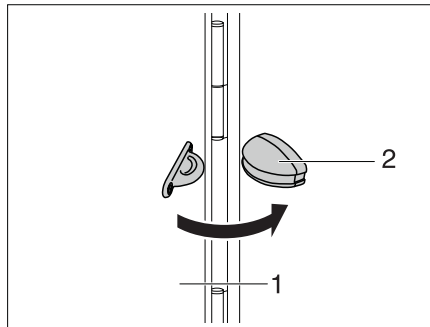

Bild 60 Feststeller Außenklappe
- Die Außenklappe (Bild 60,1) öffnen und gegen die Wand des Fahrzeugs klappen.
- Die Außenklappe in den Feststeller (Bild 60,2) drücken.
- Die Außenklappe (Bild 60,1) mit einem kräftigen Zug aus dem Feststeller (Bild 60,2) ziehen.